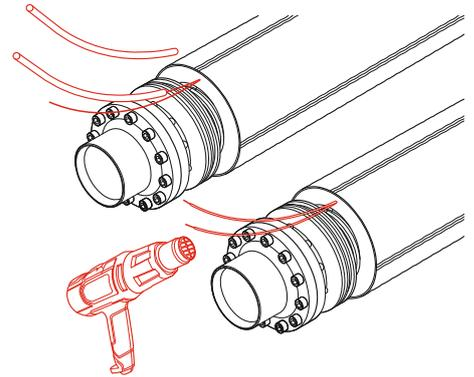

Рис. 4.9.1
1. Разъединить сигнальные проводники. Надеть на каждый из сигнальных проводников отрезок термоусаживаемой трубки. Усадить термоусаживаемую трубку газовой горелкой (или паяльной лампой, или техническим феном) (рис. 4.9.1).